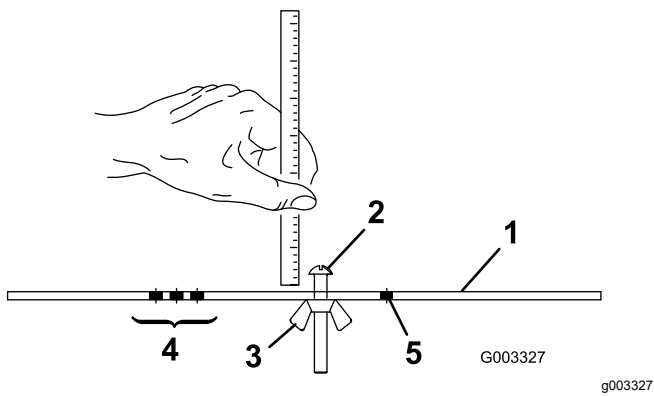

図 15
2. ゲージバー 図 15 のナットをゆるめ、調整ねじを希望の刈り高に合わせる